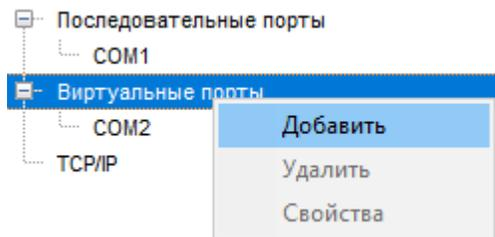

Рисунок 4 – Добавление виртуального порта через контекстное меню
- либо нажмите на узел «Виртуальные порты» правой клавишей мыши и в появившемся контекстном меню выберите пункт «Добавить» (см. рис. 4).